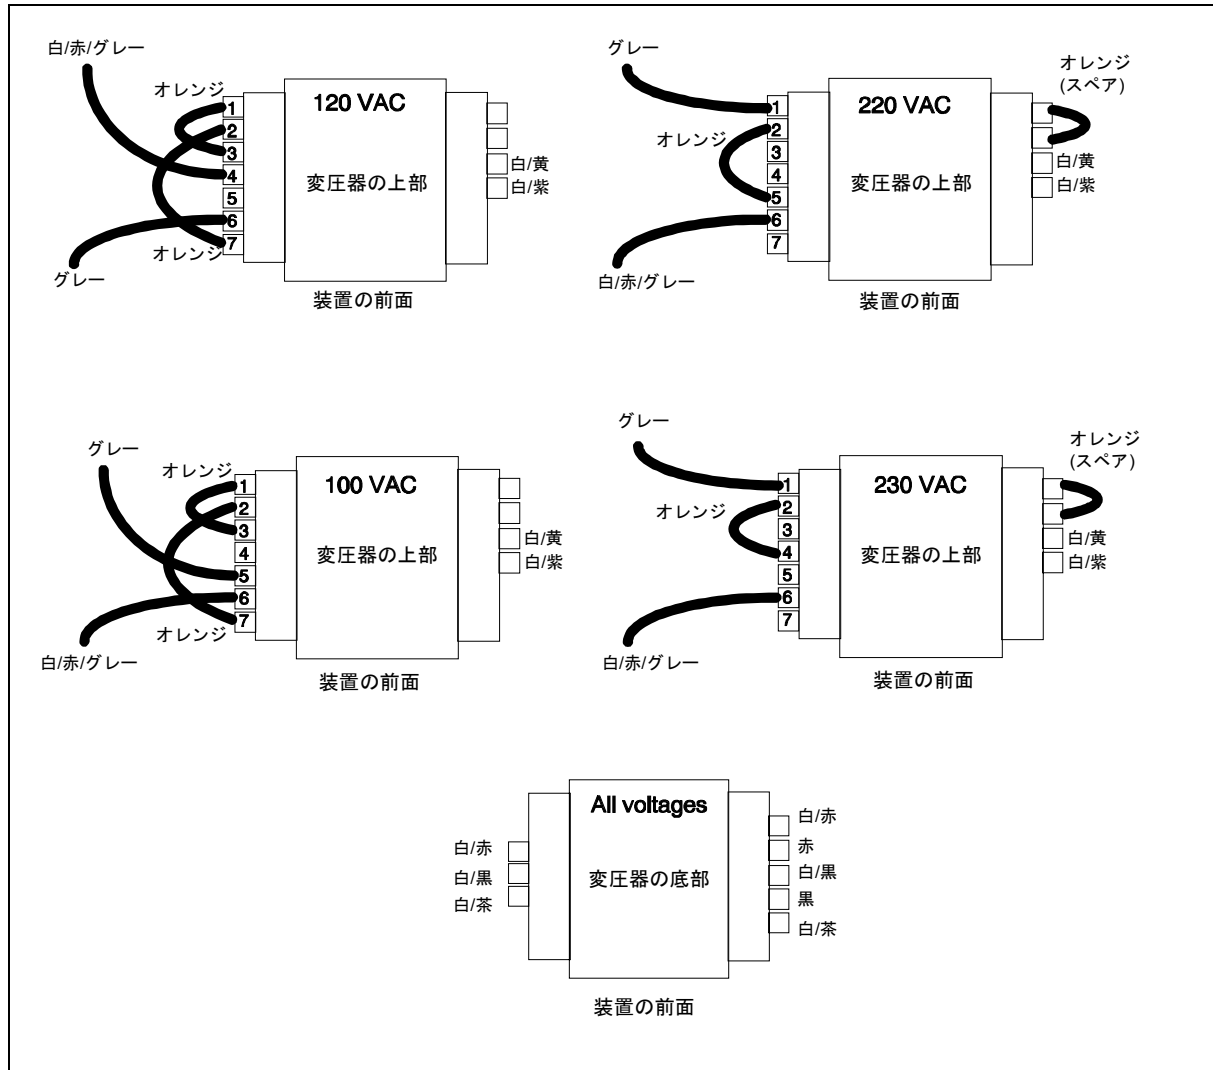

図 E-1. 電源変圧器のAC入力接続
- ◆ ニードルノーズ・ペンチを使って、図 E-1に示すとおりAC入力配線ハーネスを接続します。